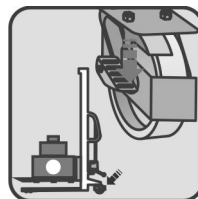

Fig. 6 – Travamento das rodas
4) Para travamento das rodas, acione os pedais do freio (fig. 6).